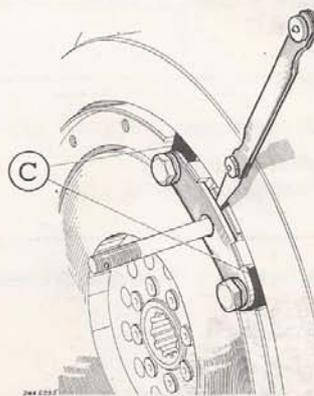

Fig. 14
Pour rattraper l'usure des frictions et des plateaux, on modifie cette cote (C) en retirant sous chaque vis une ou plusieurs cales, suivant les besoins (couple de serrage des vis 4,2 m.daN) - Fig. 14.